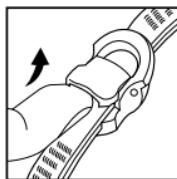
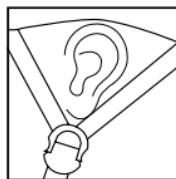

Figure 2
Figure 3
1. Ouvrir les dispositifs de réglage Cam-Lock (Figure 2). Mettre le casque et faire passer les sangles par les dispositifs de réglage jusqu'à ce qu'elles soient correctement positionnées, comme indiqué sur la Figure 3 ci-dessous.
3. Refermer, puis verrouiller les dispositifs de réglage Cam-Lock. Les sangles avant et arrière devraient se rejoindre à un point situé légèrement en dessous des oreilles (mais sans les recouvrir) (Figure 3).